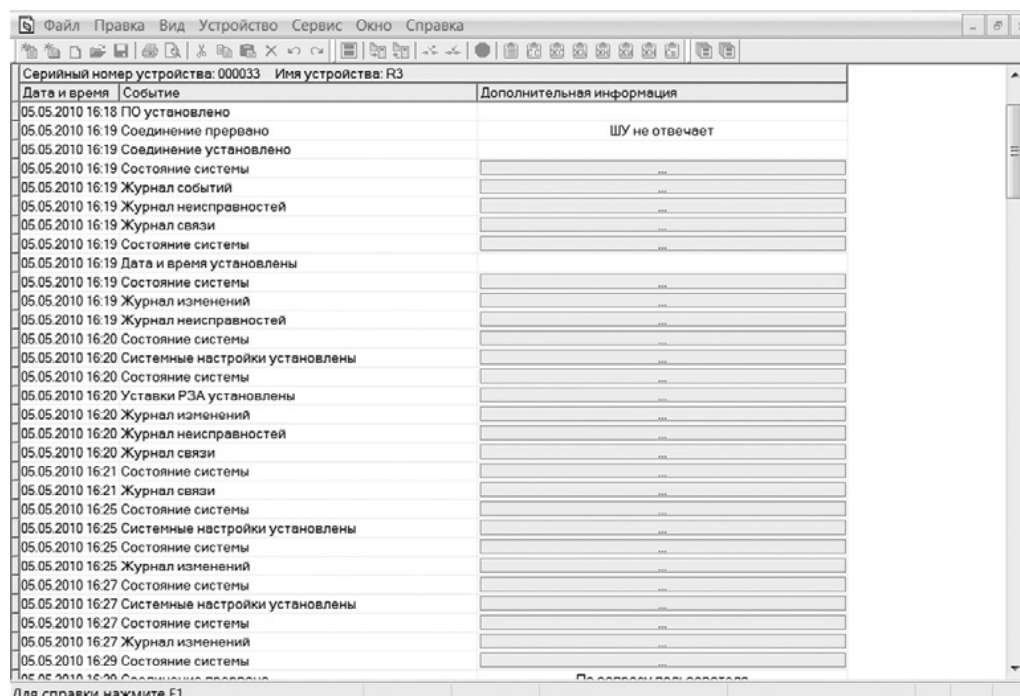

Рис. 4.39. Запрошенные журналы
- 2 . Выбрать необходимый журнал, соответствующий времени запроса (см . рис. 4.39) .